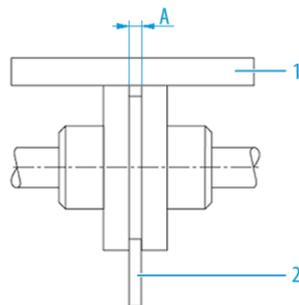

Abb. 14: Kupplungsausrichtung prüfen
2. Lichtspalt zum Außendurchmesser prüfen mit Haarlineal (Nr. 1 in *Abb. 14* „Kupplungsausrichtung prüfen“ auf Seite 45):
- 3.** Spaltmaß prüfen mit Fühlerlehre (Nr. 2 in *Abb. 14 „Kupplungsausrichtung prüfen“ auf Seite 45*):